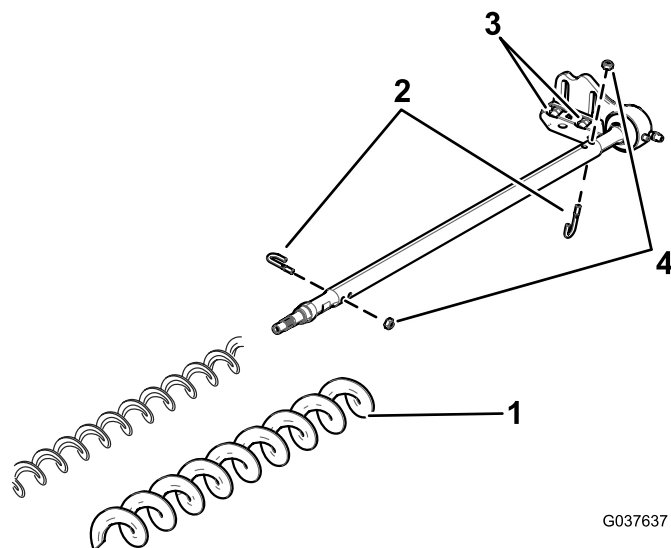

Figura 21
3. Retire los 2 pernos en J y tuercas (Figura 21).
4. Retire el cepillo existente del eje del cepillo (Figura 21).
5. Afloje los 2 pernos, arandelas y tuercas que sujetan el alojamiento del cojinete del motor al soporte de montaje del alojamiento del cojinete (Figura 21).
6. Deslice el cepillo de altura de corte alta sobre el eje del cepillo (Figura 21).
7. Sujete el cepillo en el eje con los 2 pernos en J y tuercas que se retiraron anteriormente (Figura 21).